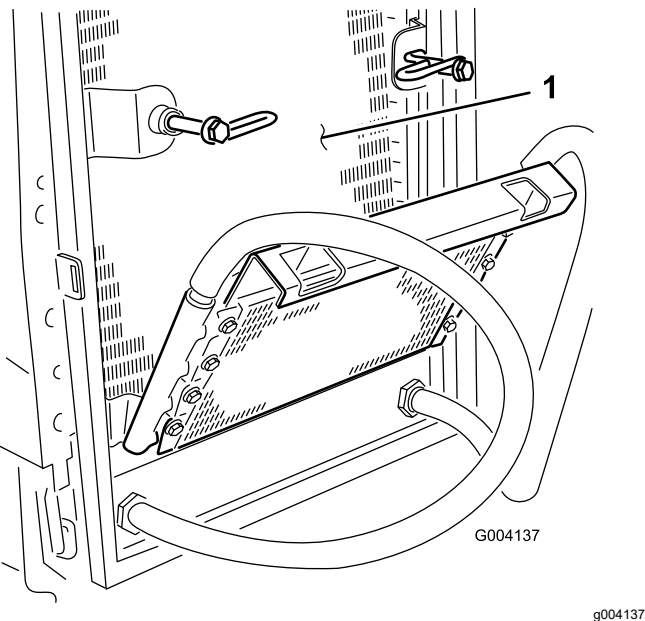

Рисунок 54
6. Тщательно очистите обе стороны маслоохладителя и радиатора (Рисунок 54) сжатым воздухом.